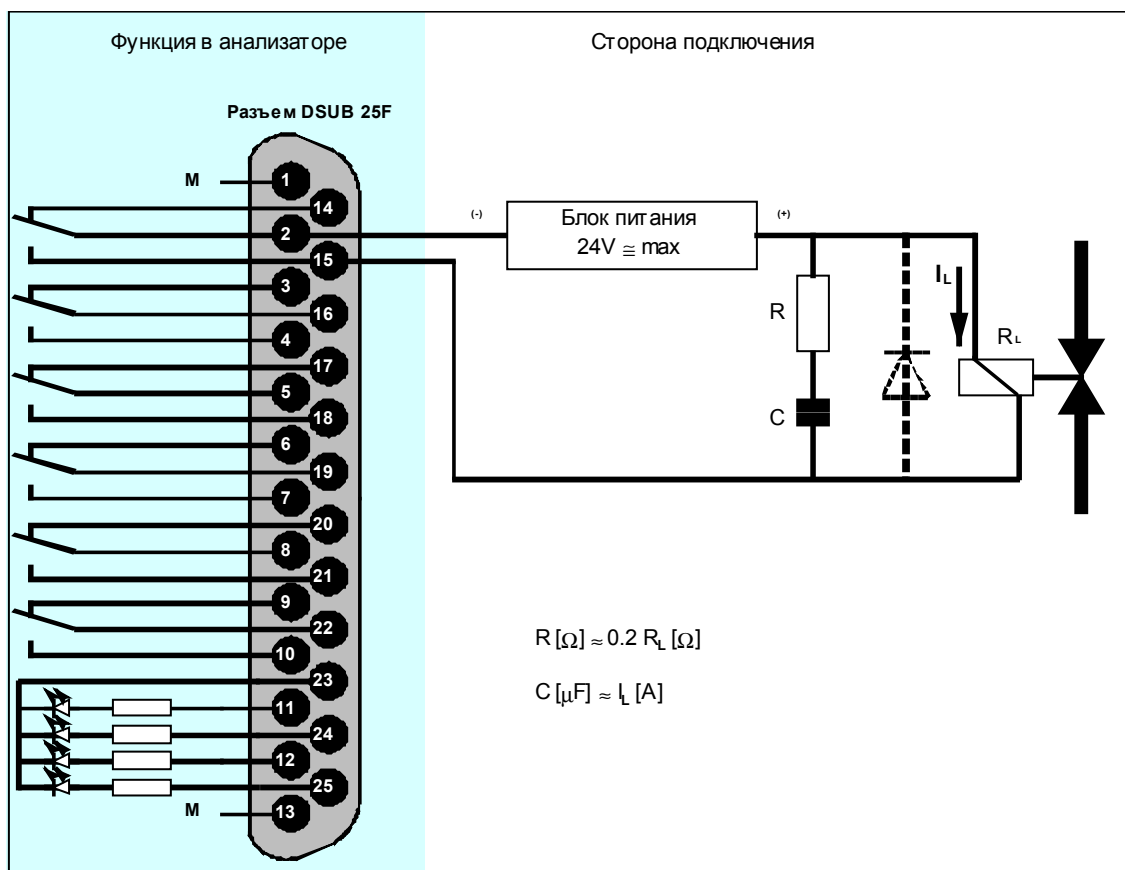

Рис. 2-8 Пример способа подавления искр между контактами реле (смонтированное в стойке устройство)
- RC элементы должны быть подключены согласно Рис. 2-8, как средство для предотвращения образования искр между контактами реле (таких, как ограничительные реле).